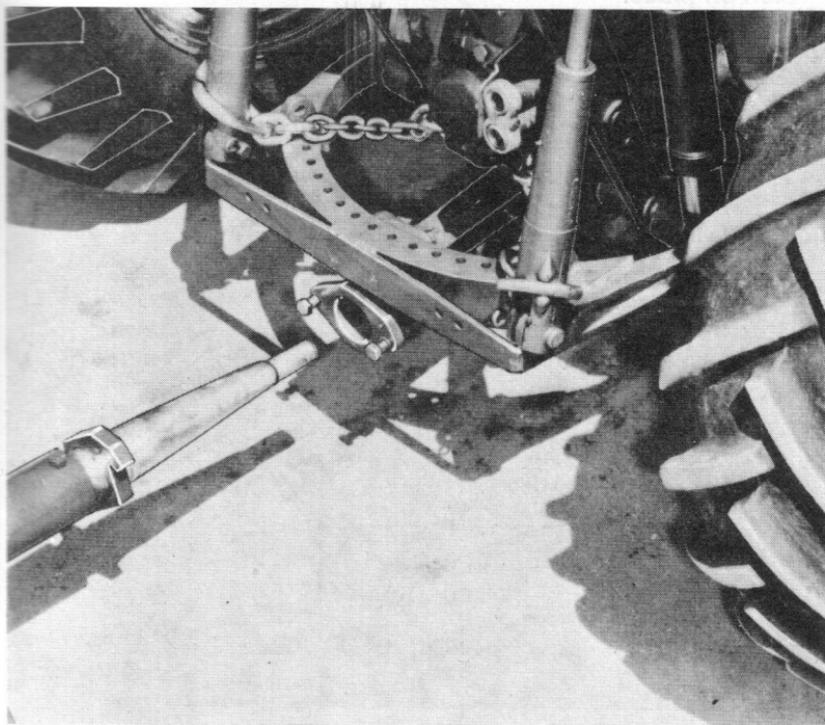

Fig. 18
1. Placer la manette du système hydraulique en contrôle de position et abaisser lentement le crochet de façon à aligner le cône de l'instrument et la douille (voir fig. 18).